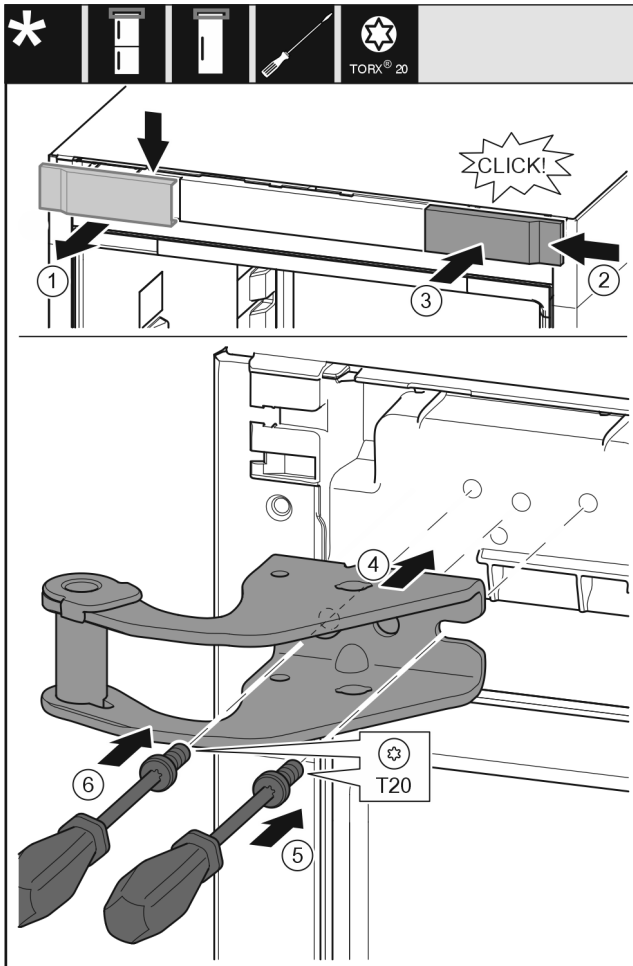

Fig. 12
- ▶ Ta av skyddet genom att dra det uppåt och framåt. Fig. 12 (1)
- ▶ Vrid skyddet 180° och haka i det på andra sidan från höger. Fig. 12 (2)
- ▶ Tryck fast skyddet. Fig. 12 (3)
- ▶ Sätt på den övre lagerbocken. Fig. 12 (4)
- ▶ Sätt i och dra åt skruven med skruvmejsel T20. Fig. 12 (5)
- ▶ Sätt i och dra åt skruven med skruvmejsel T20. Fig. 12 (6)